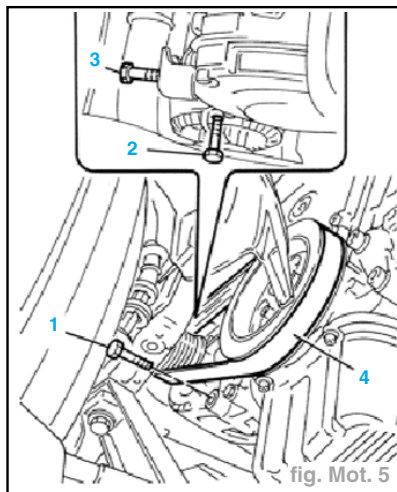

fig. Mot. 5
- Desserrer le boulon inférieur de fixation de l'alternateur (1) (fig. Mot. 5).